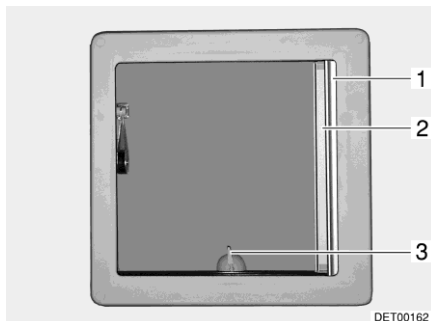
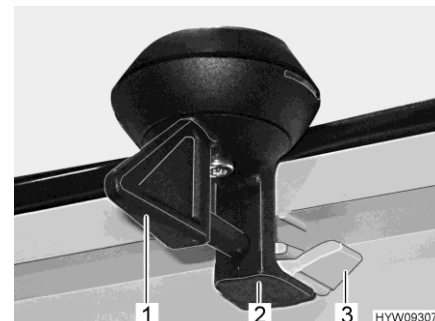

Bild 45 Kipp-Dachhaube
Bild 46 Verriegelung (Kipp-Dachhaube)
- Den Hebel (Bild 45,3 bzw. Bild 46,1) eine viertel Umdrehung drehen.
- Den Hebel eine viertel Umdrehung drehen. Die Verriegelung (Bild 46,2) muss in die untere Raste (Bild 46,3) gleiten.
- Faltverdunklung (Bild 45,1) ausziehen und an gewünschter Position loslassen. Die Faltverdunklung bleibt in dieser Position stehen.
- Insektenschutzrollo (Bild 45,2) ausziehen, bis es an der Verriegelung an der gegenüberliegenden Seite einrastet.